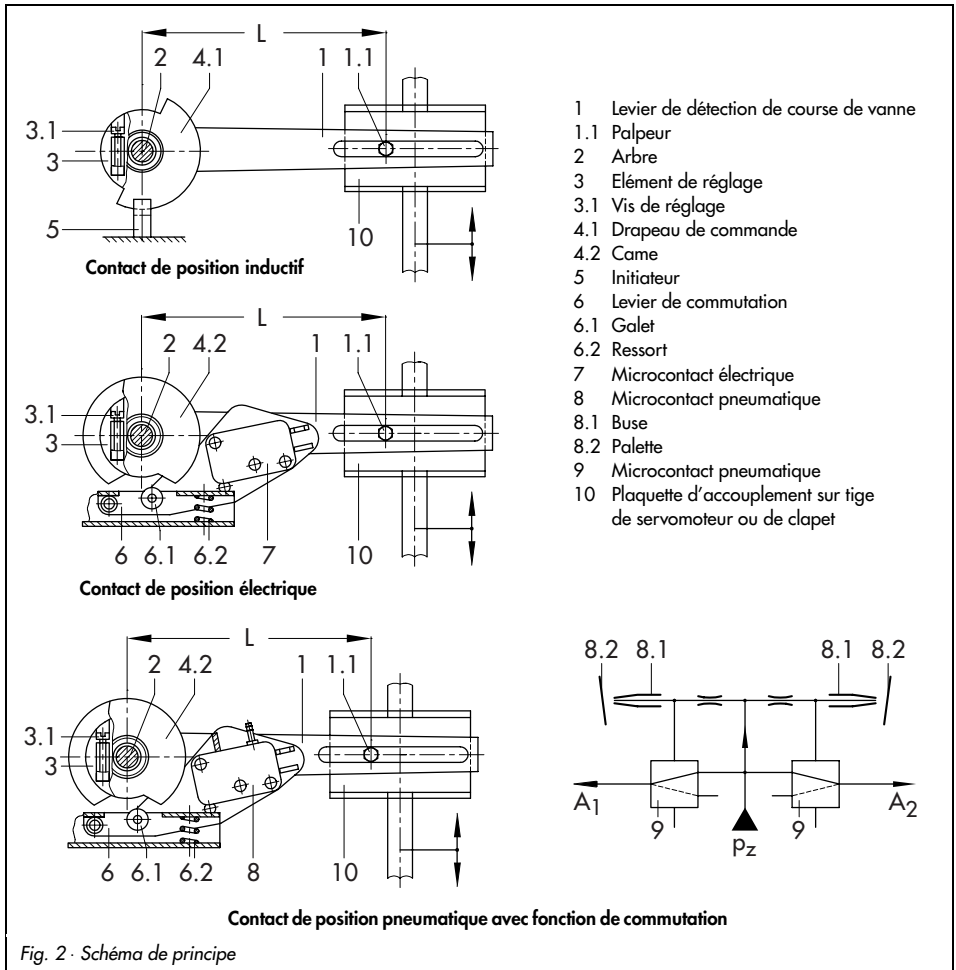

Fig. 2 - Schéma de principe
1.2 Fonctionnement (fig. 2)
Pour le réglage, tourner la came (4.2) à l'aide de la vis de telle sorte que le galet (6.1, fig. 2) roule sur la came.
Tourner la vis de réglage (3.1) jusqu'à ce que le galet (6.1, fig. 2) attaque le front de came (4.2) et que le contact bascule. Eventuellement, déplacer légèrement la vanne et affiner le réglage de commutation.